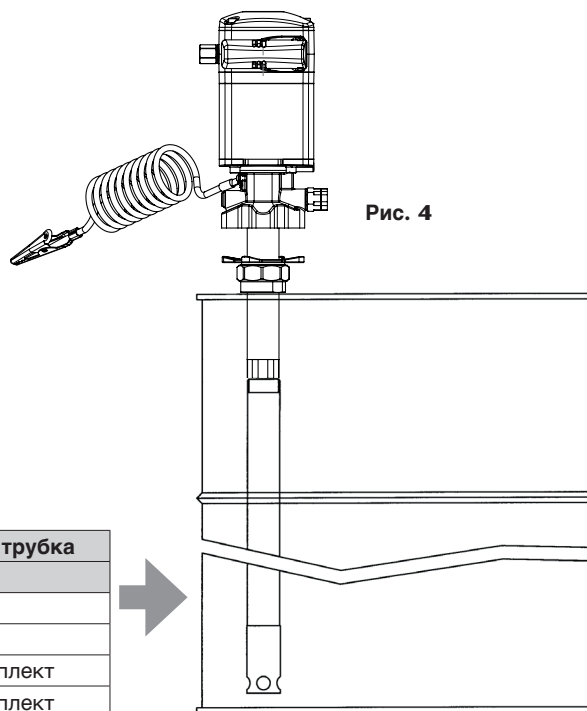

Рис. 4
- c. Регулируемая установка на бочку или емкость с помощью адаптера арт. (360002). Привинтить соответствующую всасывающую трубку (см. Рис. 4) к нижнему клапану насоса. Привинтить гайку адаптера к отверстию в крышке диаметром 2 дюйма. Вставить всасывающую трубку в гайку и закрепить на требуемой высоте, затянув звездчатую гайку.